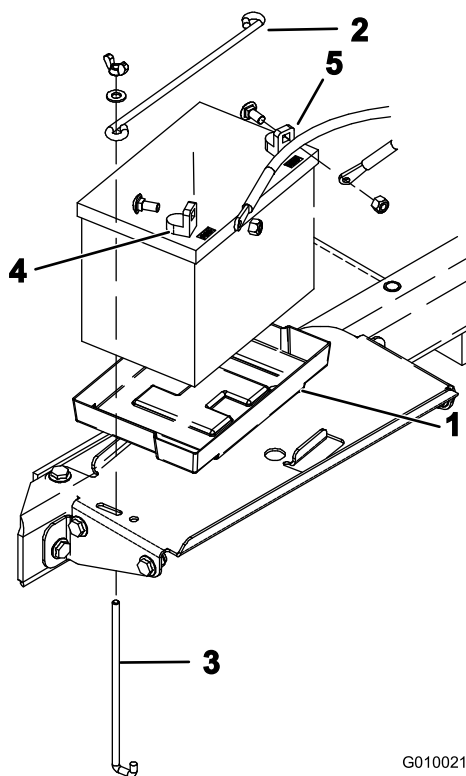

**Figura 49**
- A. Retire a fixação da bateria e barras da bateria que fixam a bateria ao tabuleiro (Figura 49).
6. Coloque a bateria no tabuleiro do compartimento da bateria como se mostra na Figura 49.